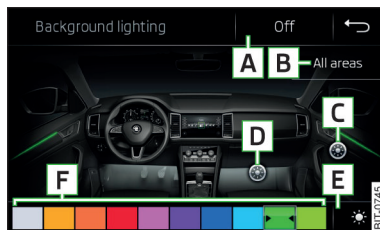

Fig. 77
**Descripción de las superficies funcionales » fig. 77**
Para vehículos con la selección del modo de conducción » pág. 265 la iluminación puede encenderse automática o manualmente **A** » fig. 77. Se produce un cambio en el color de iluminación automáticamente debido al cambio del modo de conducción o manualmente al seleccionar una de las opciones de color. En el modo Individual se muestra el último color seleccionado manualmente.